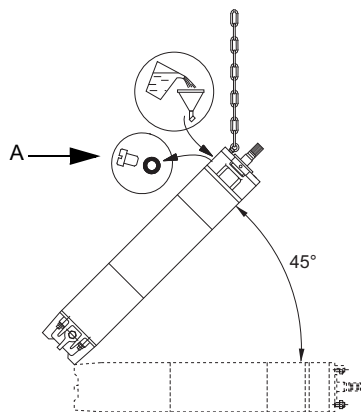

Fig. 4 Placering af motoren under påfyldning - MMS
1. Placér motoren med en hældningsvinkel på 45 ° med toppen af motoren opad. Se fig. 4.